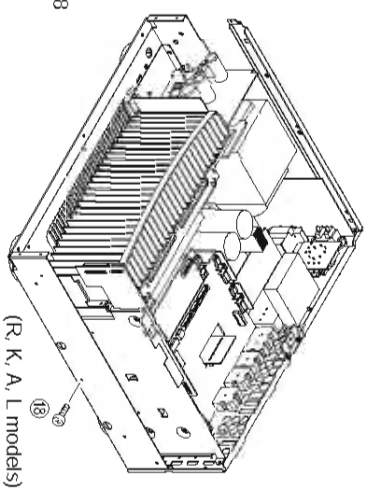

Fig. 9
- Put the rubber sheet and cloth over the equipment. Then place the P.C.B.s upside down on the cloth and check it (Fig. 9)
- In main unit, the ground of rear unit is connected to the main unit. When this rear unit are removed from main unit, connect the ground to the main unit, using a ground lead or the like. (Fig. 9)
- 本機の上にゴムシートと布を敷き、その上にP.C.B.を裏返しに置いてチェックします。(Fig. 9)
- 本機ではリアユニットのアースが本機に接続されています。リアユニットを本機より取り外した場合は、リード線等でアースを本機に接続してください。(Fig. 9)